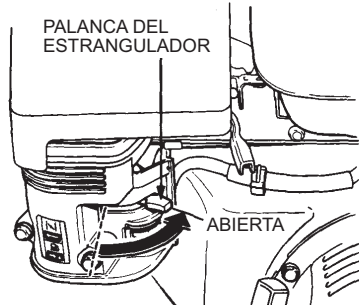

Figura 14. Palanca del estrangulador (abierta)
7. Si el motor ha arrancado y la palanca del estrangulador se ha movido a la posición **CERRADA** para arrancar el motor, mueva gradualmente la palanca del estrangulador a la posición **ABIERTA** (Figura 14) a medida que se caliente el motor. Si el motor aún no ha arrancado, repita los pasos 1 a 6.
1. Mueva la palanca del acelerador a la posición de **RALENTÍ** (vea la Figura 14) y haga funcionar el motor durante tres minutos a baja velocidad.